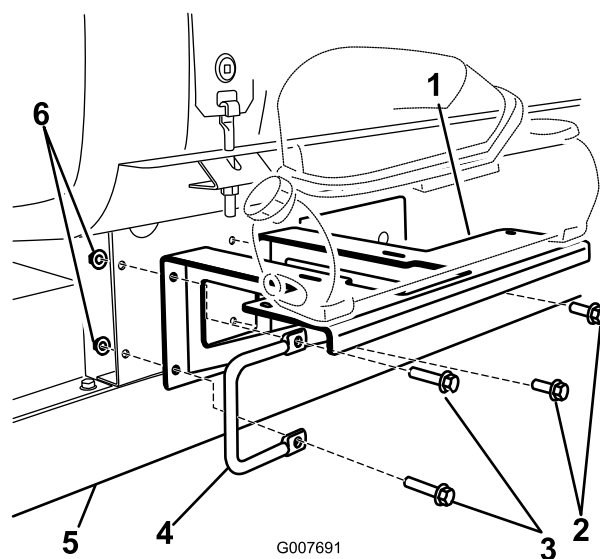

Figura 6
3. Monte o suporte na estrutura utilizando 2 parafusos (3/8 x 1-1/4 polegadas), 2 anilhas (3/8 polegada), 2 porcas flangeadas (3/8 polegada) incluídos nas peças soltas; e o manípulo esquerdo e dispositivos de fixação removidos previamente (Figura 6).